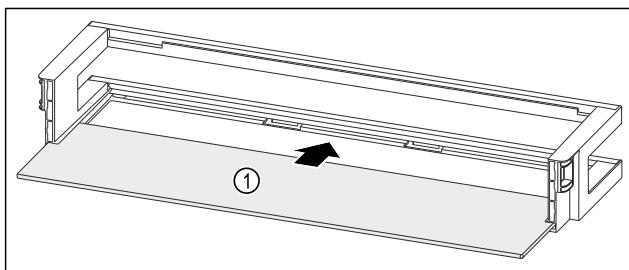

Fig. 129 Balconnet de contre-porte avec tablette de rangement
- ▶ Insérer la tablette de rangement Fig. 129 (1) dans les évidements latéraux.